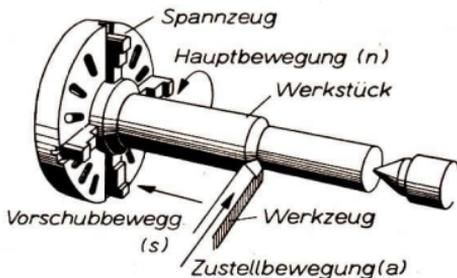

Bild 1 Bewegungsvorgänge beim Langdrehen
*Aufgaben: 1. Fertigen Sie eine Skizze ähnlich Bild 1, aus der die Bewegungen beim Planen ersichtlich sind!*